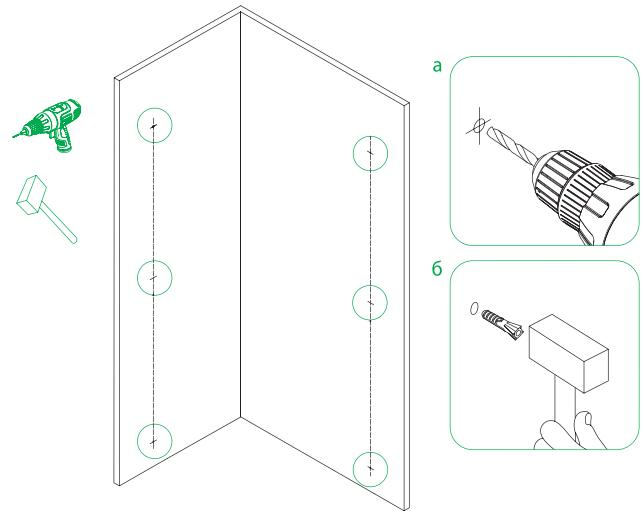

Рис. 8/8-сур.
4. Приложите пристенные профили к стене, выровняйте по уровню и произведите разметку отверстий для шурупов (рис. 7). Просверлите отверстия (рис.8-а) и вставьте
дюбели, как показано на рисунке рис. 8-б.